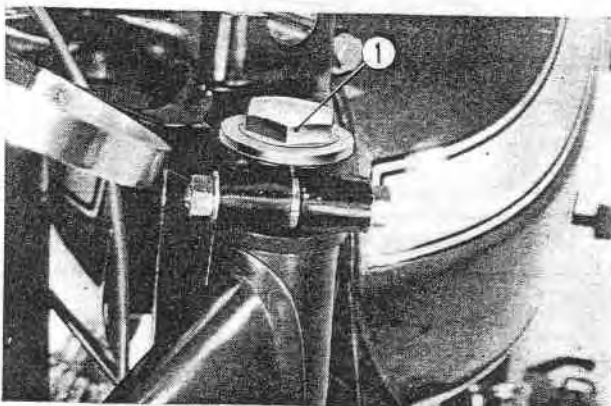

Fig. 19-17 ① Bouchon de remplissage
- Enlever le bouchon de remplissage et mettre dans la fourche 220 à 230 cm³ d'huile de première qualité SAE 10 W-30. (Fig. 19-17)
- (3) Vérifier les éléments suivants et remédier, avant de conduire, aux défauts éventuels.
- Serrage des boulons de fixation de la fourche (4 à la partie inférieure des amortisseurs et deux sur la plaque de guidon), de la potence de colonne de direction, du porte guidon (4), et des amortisseurs.